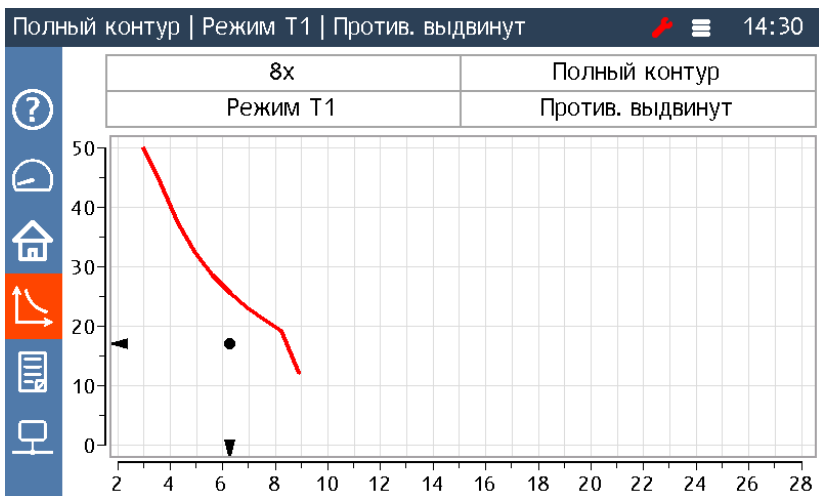

Рисунок 7 — Экран грузовой характеристики
- 5 Проверить правильность установки кратности полиспаста, положения опорного контура и стрелового оборудования (см. рисунок 7).